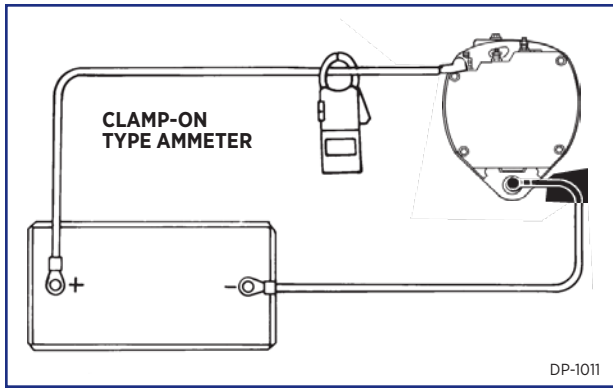

图 1-6.钳式电流表
1-14. 用电压表测量电压. 电压表是用来测量电压力或电压的。测量单位为伏特。电压表总是跨接（并联）为电路的一部分（见图1-6和1-7）。电压表测量电压表所连接的点之间的电势差或压力差。
1-16. 电压表的使用。图1-6至1-8说明了电压表的正确使用方法，以及可能出现的读数类型。
3. 图1-6所示为钳式电流表，这是本手册中描述的最常见的测量电流的仪表类型。使用前将仪表归零，并确保钳夹在使用过程中完全关闭。将仪表钳夹放在电缆周围，箭头指向电流方向，以测量所有电流。